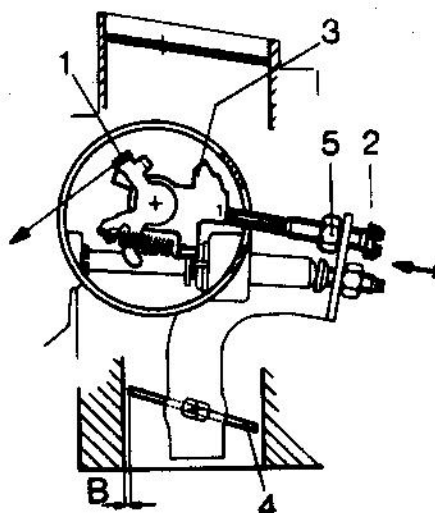

Fig. 3
- 2) Réglage du ralenti accéléré (Fig. 3)
- Au moyen d'un élastique, relier le levier (1) d'ancrage du ressort bimétallique à un point quelconque du carburateur en veillant à ce que le levier (1) soit tiré vers la membrane du dispositif de dénoyage
- Porter la vis (2) en appui sur le 1er gradin de la came (3) et l'y maintenir
- Agir sur la dite vis (2) jusqu'à obtenir une ouverture des papillons primaires (4) correspondant à la cote "B". La valeur de la cote "B" est indiquée sur la fiche de réglage du carburateur en question
- Bloquer l'écrou (5)